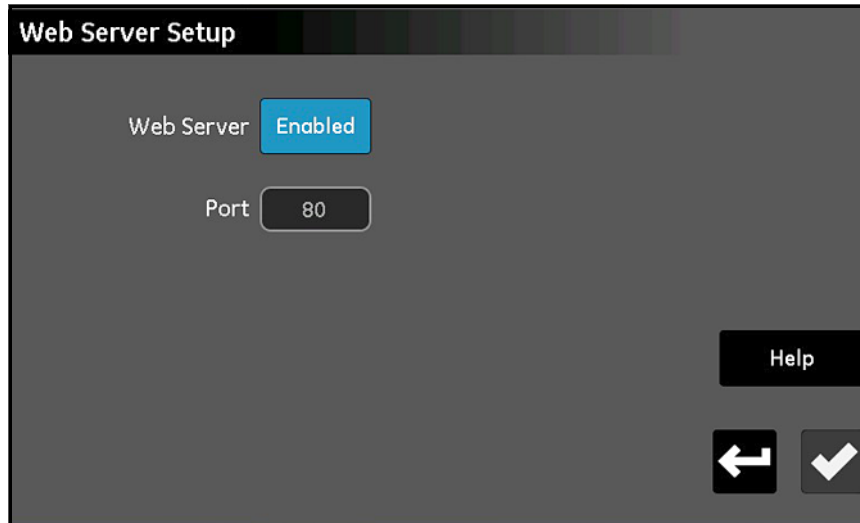

Figure 73: Écran Config serveur Web
1. À l'écran *Menu Configuration* (voir *Figure 52 on page 57*), touchez **Serveur Web** pour ouvrir un écran *Config serveur Web* semblable à celui illustré à la *Figure 73* ci-dessous.